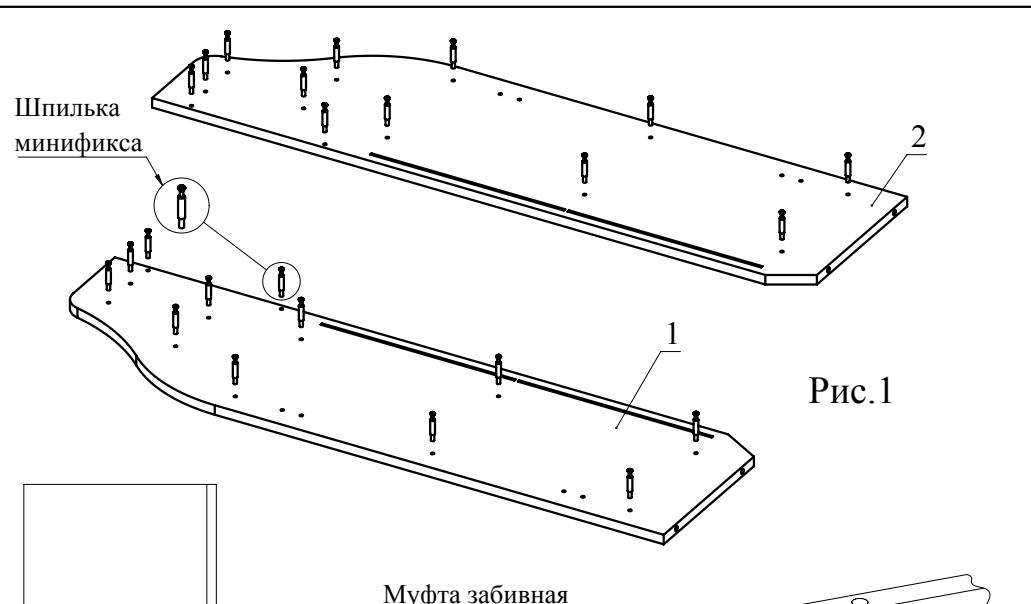

Рис.1
- Вкрутите шпильки минификсов в детали 1, 2 (Рис. 1).